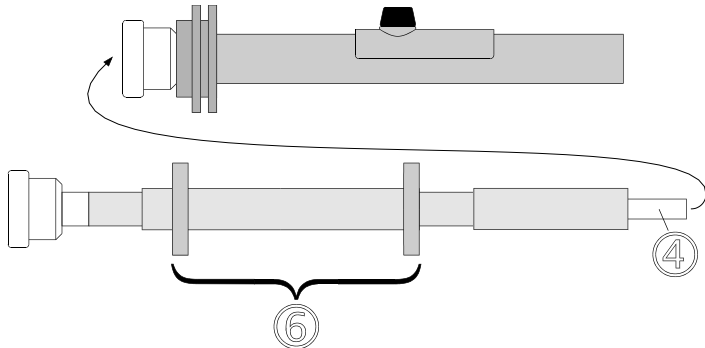

Abb. 4.3.a
durch Ineinanderschrauben verbunden (② und ③ in Abb. 4.3.b). Ledig-